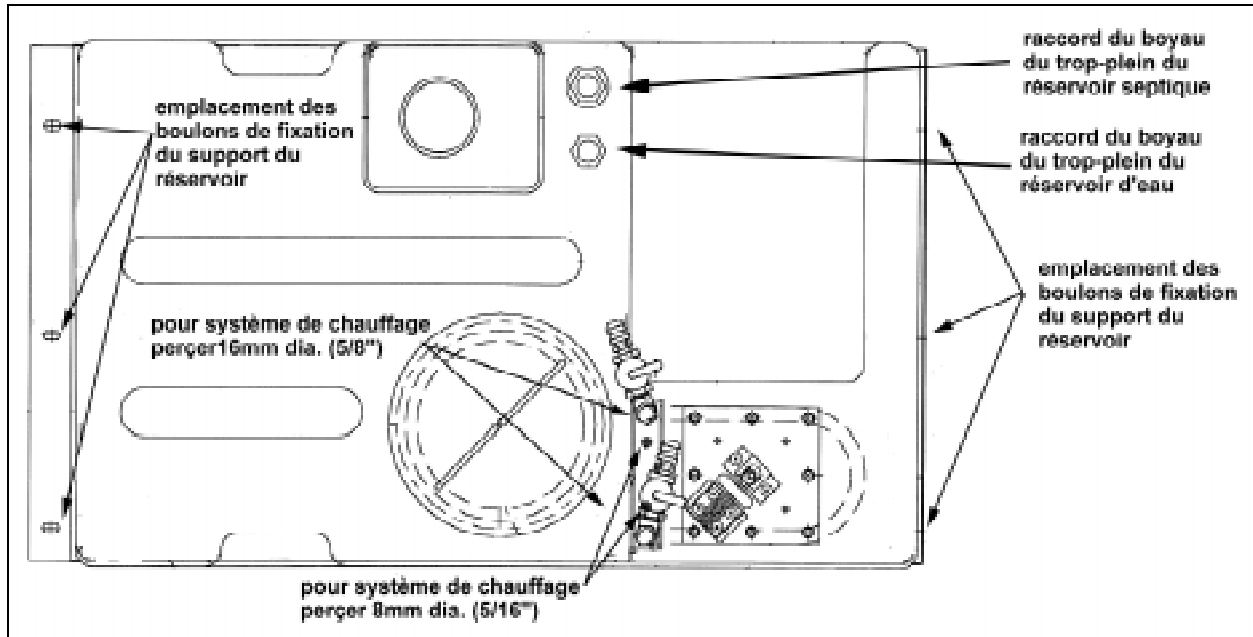

FIGURE 10 : RÉSERVOIR SEPTIQUE AUXILIAIRE
13. Dévisser les 6 boulons du support du réservoir (figure 10) et retirer le réservoir septique par le dessous du véhicule.
17. Si requis, percer 4 trous sur le nouveau réservoir septique auxiliaire afin d'installer le système chauffant. Il y a déjà une empreinte sur le réservoir pour localiser les perçages. Faire 2 trous \varnothing 8mm(5/16") et 2 trous \varnothing 16mm(5/8") (figure 10).